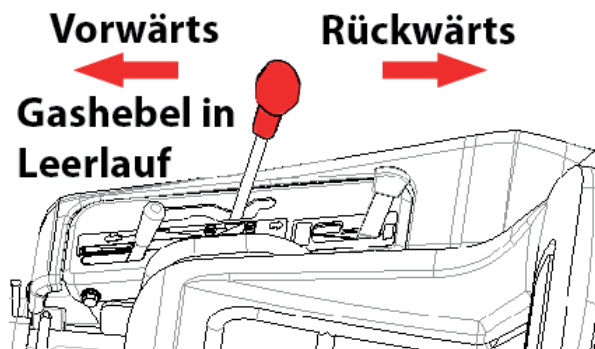

Abb. 14C
- Schieben Sie den Geschwindigkeitsregelhebel für 10 Sekunden um die Hälfte nach vorn und hinten und stellen Sie ihn dann wieder in die neutrale Position (Abb. 14C). Wiederholen Sie den obigen Vorgang fünfmal. Wenn der Geschwindigkeitsregelhebel bewegt wird, muss sich der Gashebel in der Position Leerlauf befinden.